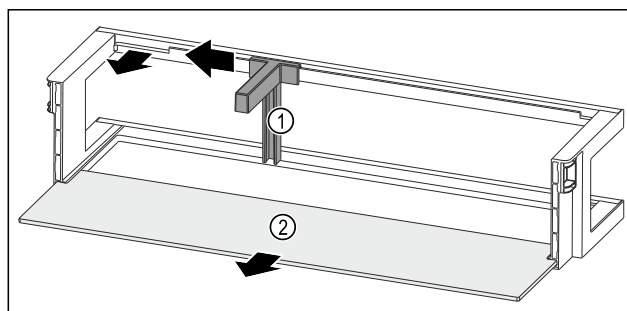

Fig. 223 Balconcino controporta con fermabottiglie e ripiano
- Spingere il fermabottiglie Fig. 223 (1) lateralmente fino all'incavo.
- Rimuovere il fermabottiglie Fig. 223 (1).
- Rimuovere il ripiano Fig. 223 (2).